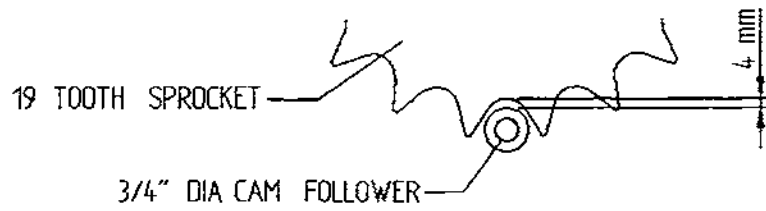

FIG 4
- (i) Que la distance entre le pignon et les galets est 4mm (Fig 4) pour régler, ou ajouter, enlever les ferrous sous le montage du quadrant.